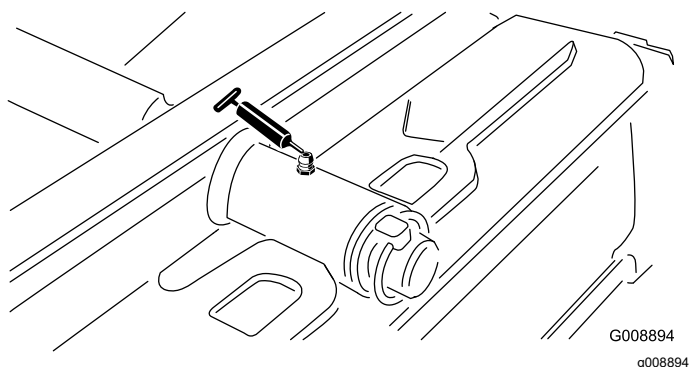

Figura 31
- Perno dell'apparato di taglio posteriore (Figura 31)